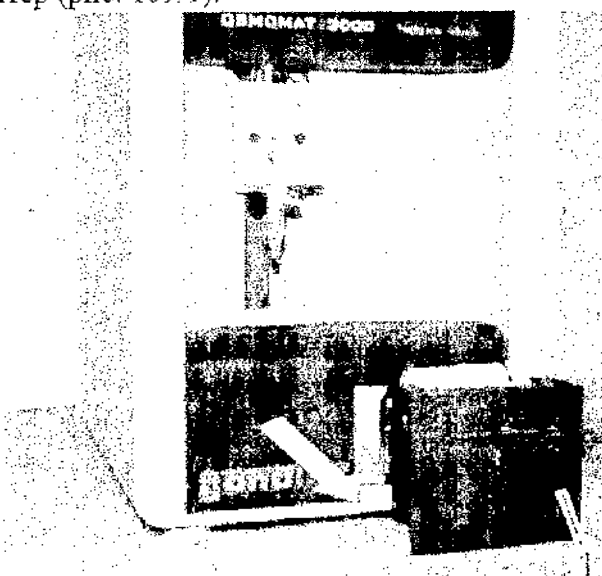

Рис. 109: Извлечение принтера
7. Извлечь из прибора принтер (рис. 109/1).